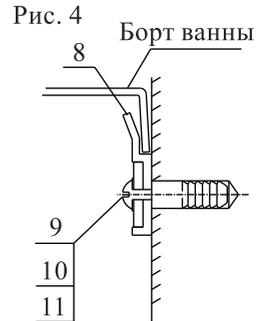

Рис. 4
8. Просверлить отверстия в стене и закрепить ванну пластмассовыми крючками (поз.8) с помощью самореза (поз.11), шайбы (поз.9) и дюбеля (поз.10) по (рис.4).